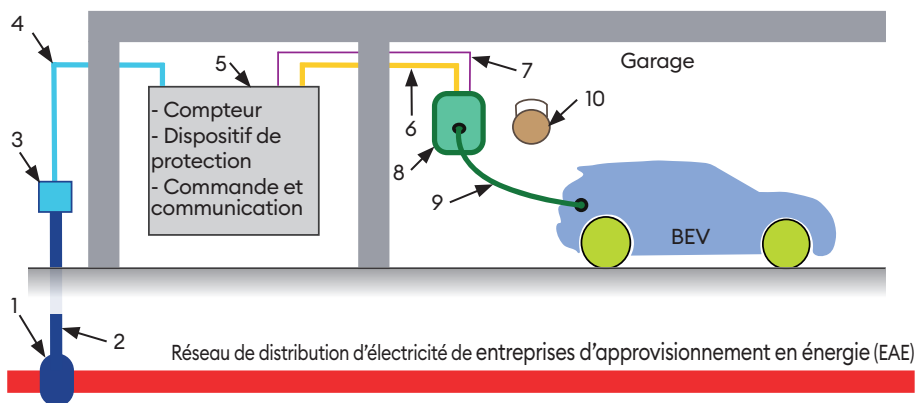

Fig. 2 : Représentation schématique de l'installation électrique avec dispositif de charge
Tous les travaux sur les installations électriques (Fig. 2) doivent être effectués par un électricien titulaire de l'autorisation correspondante. Pour le chargeur souhaité, l'électricien doit soumettre au préalable
Le raccordement domestique (2 sur la Fig. 2) provient du réseau de distribution d'énergie et comporte trois conducteurs extérieurs ainsi que le conducteur PEN. Le PEN est un conducteur qui remplit simultanément les fonctions de conducteur de protection (PE) et de conducteur neutre (N). Les conducteurs extérieurs fonctionnent en basse tension (EN 50110-1). En règle générale, il y a une connexion par propriété (parcelle). Le dimensionnement de l'alimentation est déterminé en fonction des demandes de raccordement et des directives d'installation. Le câble (6 sur la Fig. 2) menant au boîtier mural doit être le plus court possible. Le dimensionnement doit être choisi de manière à ce qu'une chute de tension minimale se produise avec un débit de courant maximal. La valeur du courant est déterminée par la puissance de charge. Selon DIN VDE 0100-520, la chute de tension ne doit pas dépasser 4 % de la tension nominale. Plus la chute de tension est importante, plus la perte de puissance et donc aussi l'échauffement sont importants. Les sections minimales de conducteur suivantes sont recommandées en fonction de la puissance de charge :